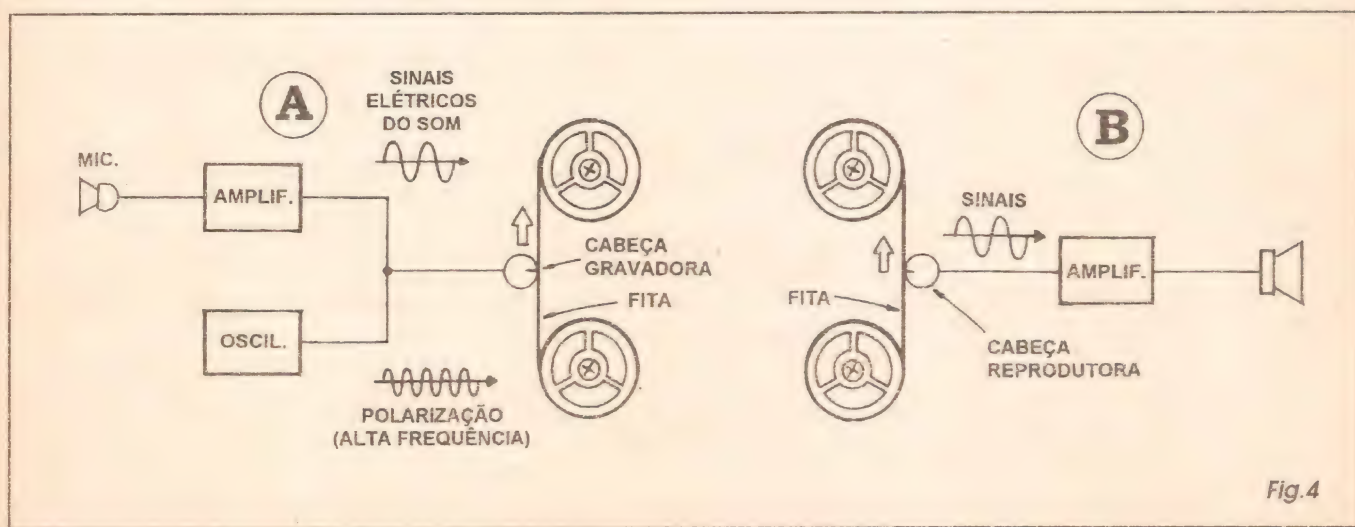

Fig. 4
- FIG. 4 - CONEXÕES EXTERNAS À PLACA - Na figura anterior, o leitor/hobbysta notou que *sobraram* alguns pontos sem ligação, embora codificados com letras e símbolos, junto às bordas da placa... Tais pontos destinam-se justamente às conexões periféricas, ligações feitas *da placa pra fora*, agora detalhadas... No diagrama, a plaquinha ainda é vista pela sua face *não cobreada* (só que *desprezando-se* a visão dos componentes que repousam *sobre* a placa, assunto *já resolvido* na figura anterior...). Os terminais do *push-button* são ligados aos pontos **P-P**, através de pedaços de cabinho isolado... O alto-falante é ligado aos pontos **F-F**, também através de cabinhos isolados... As pilhas ou bateria devem ter os fios do respectivo suporte ou *clip* ligados aos pontos (+) e (-), sempre lembrando que - por convenção - o **positivo** é representado pelo fio **vermelho**, e o **negativo** pelo fio com isolamento **preto**... O pequeno interruptor geral da alimentação deve ser intercalado eletricamente no cabinho do **positivo (vermelho)**. Como em qualquer outra montagem, convém que toda a cabagem externa à placa seja dimensionada em comprimentos *apenas suficientes* para a desejada instalação... Fios demasiadamente longos, *pendurados* por todo lado, além de *alcaguetar* uma montagem muito *amadora*, podem ser a causa de problemas, no futuro...
- FIG. 4 - DETALHANDO A GRAVAÇÃO E A REPRODUÇÃO MAGNÉTICA - A fita é magnetizada, em cada uma das suas micro-porções, de modo proporcional à frequência, intensidade e outros detalhes das formas de onda, trazidos pelos sinais elétricos, que por sua vez correspondem ao SOM aplicado ao sistema... Conforme vemos no diagrama 4-A, o padrão magnético, indefinidamente *retido* na fita, é o que chamamos de *gravação magnética do som*... Para que a gravação se apresente a mais perfeita possível, existe a necessidade prévia de se *orientar* os pequenos ímãs *moleculares* existentes na fita plástica (as partículas de óxido de ferro mencionadas...). Para isso, além dos sinais elétricos correspondentes ao SOM, a cabeça de gravação recebe também um sinal de frequência (super-sônica) e intensidade fixas (chamado de *sinal de polarização*...), gerado por um oscilador e destinado a *normalizar* magneticamente a fita, antes da gravação dos sinais... Para a reprodução (fig. 4-B), ou seja: para *recuperar* o SOM numa gravação magnética, é usada uma cabeça praticamente idêntica à que foi utilizada na gravação... Só que desta vez a *coisa* funciona de maneira inversa: